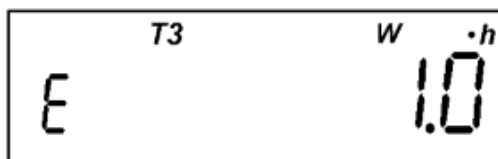

Рисунок 4.11
- количество потребленной активной энергии (отображаются мнемоникой " $W \cdot h$ ") (рисунок 4.11):